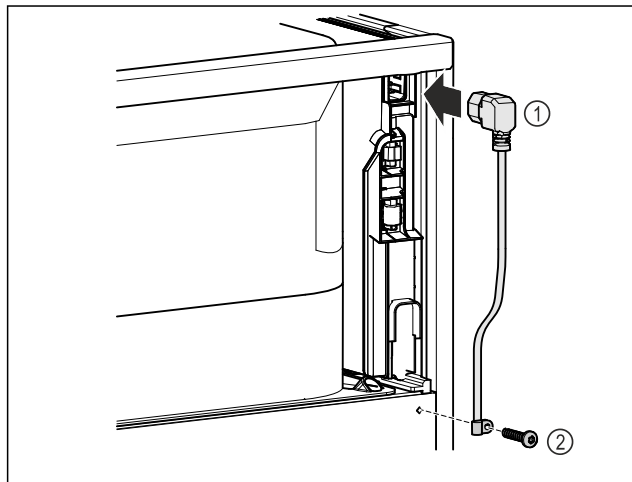

Fig. 8
- ▶ Zapojte zásuvku chladicího zařízení přívodního síťového kabelu Fig. 8 (1) na zadní straně přístroje.
- ▶ Namontujte odlehčení tahu. Fig. 8 (2)